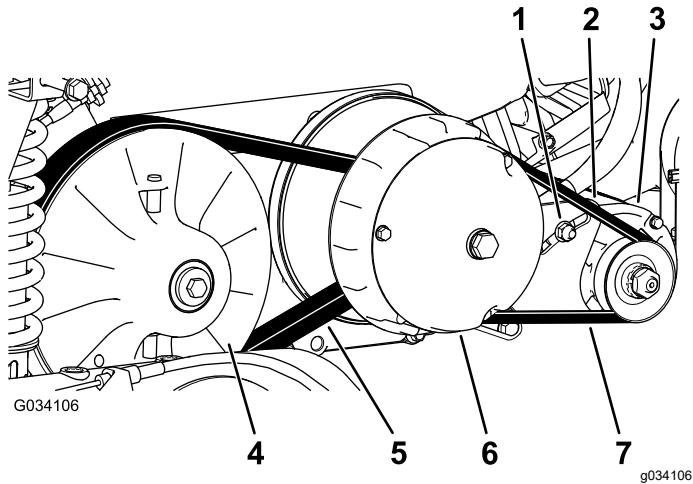

Figura 65
6. Haga girar la correa e inspecciónela (Figura 65) para asegurarse de que no está excesivamente desgastada o dañada.
3. Haga girar la correa y llévela sobre el embrague secundario (Figura 65).
4. Retire la correa del embrague primario (Figura 65).
5. Coloque la correa nueva sobre el embrague primario (Figura 65).
6. Haga girar la correa y llévela sobre el embrague secundario (Figura 65).
2. Afloje la tuerca del pivote del generador de arranque (Figura 65).
4. Aplique presión descendente sobre la palanca para hacer girar el motor de arranque hacia abajo en la ranura, hasta que la tensión de la correa sólo permita una desviación de 6 mm ( $\frac{1}{4}$ ") con una fuerza de 44 N·m (10 pies-libra) (Figura 65).
5. Apriete la tuerca del pivote a mano y retire la palanca (Figura 65).